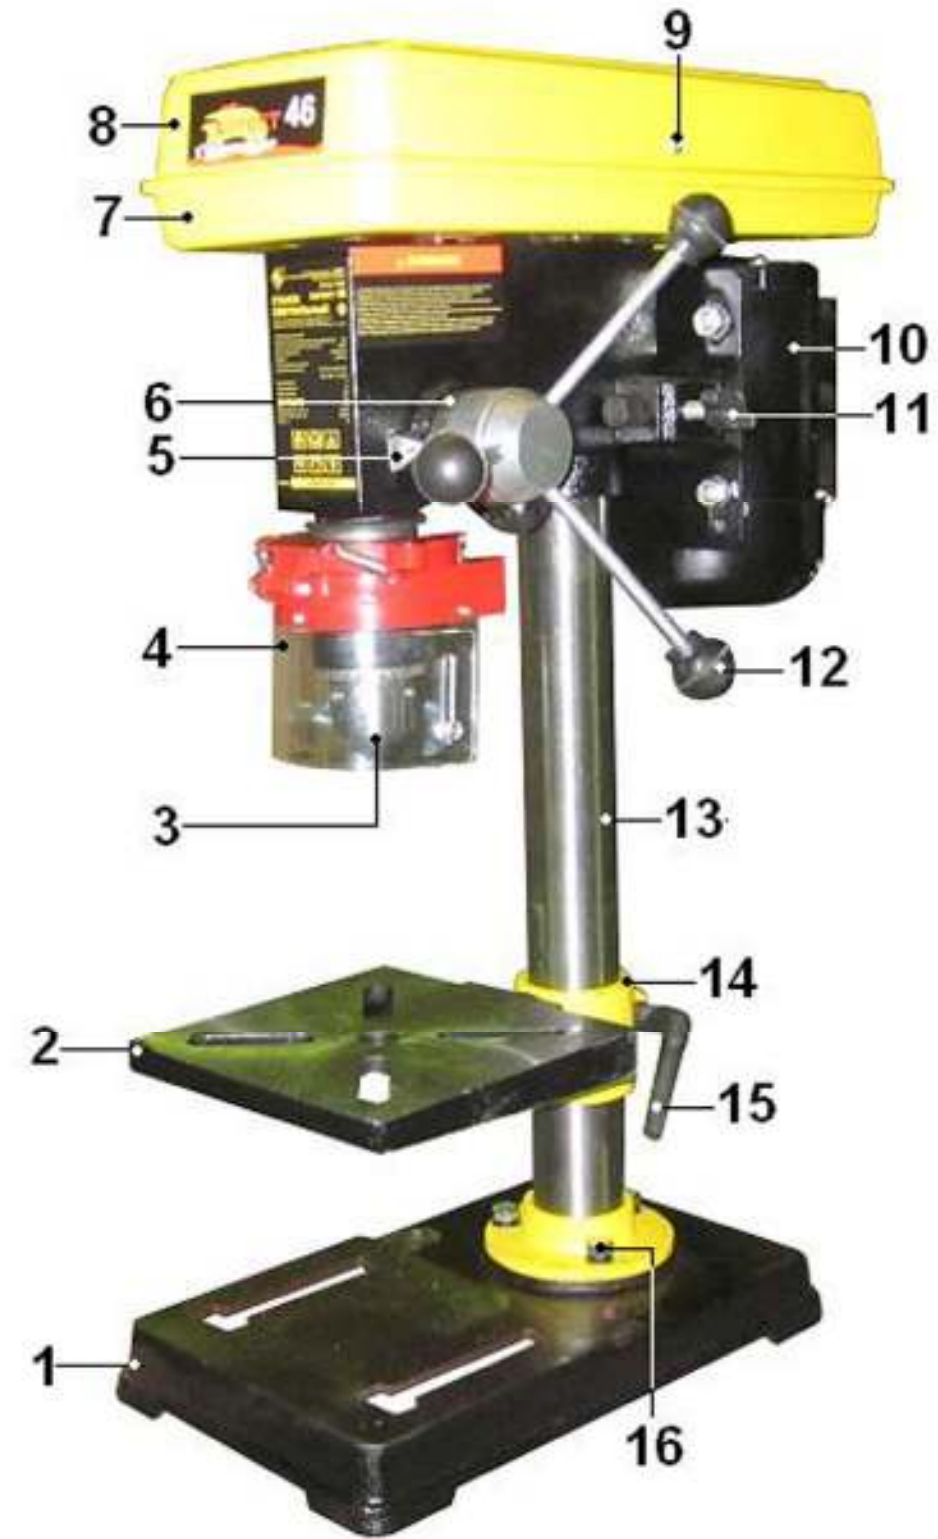
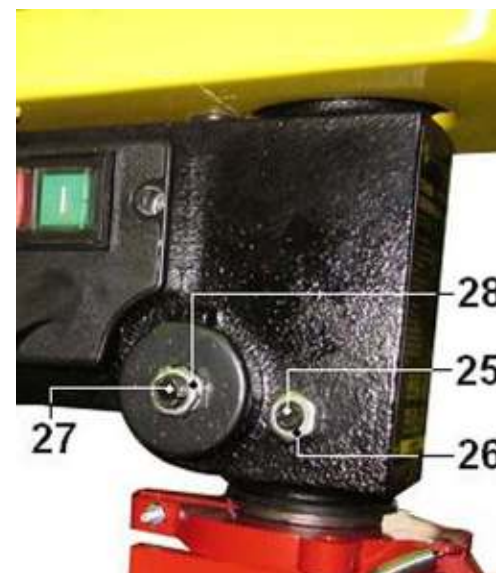

Рис. 2
Рис. 6
6.1. Станок сверлильный вертикальный модели КОРВЕТ 46 состоит из следующих сборочных единиц и деталей, Рис.2:
9.1. Установите на ровную прочную поверхность верстака основание (1) станка, Рис.2.
9.2. Установите на основание (1) колонну (13), Рис.2 и закрепите колонну(13) на основании (1) тремя прилагаемыми болтами (16), Рис.2 .
9.3. Установите рабочий стол (2) в сборе с муфтой (14) на колонну (13). Положение рабочего стола (2) по высоте зафиксируйте болтом (15) разрезной муфты (14), Рис.2.
9.5. Установите ручки подачи (12), Рис.2,4. Убедитесь, что шпиндель подается этой ручкой на всю глубину и легко возвращается в исходное положение.
9.6. Установите сверлильный патрон (3), Рис.2, 4, на шпиндель станка, (предварительно необходимо удалить с его поверхности смазку, а также очистить от смазки внутреннюю посадочную поверхность сверлильного патрона (3), Рис.2, 4). Закрепите сверлильный патрон (3), Рис.2, 4, на шпинделе легкими ударами молотка через деревянный брусок, кулачки сверлильного патрона (3) при этом должны быть сведены.
9.9. Проверьте поперечный люфт шпинделя, покачивая за сверлильный патрон (3), Рис.2, 4. При необходимости, его можно уменьшить, поворачивая по часовой стрелке винт (25), Рис.6, предварительно ослабив контргайку (26). По окончании регулировки установленное положение винта (25) закрепите контргайкой (26).
9.10. При завинчивании винта (25), Рис.6, вы уменьшаете люфт, прижимая шпиндель. Усилия возвратной пружины может оказаться недостаточным для автоматического подъема шпинделя в исходное положение.